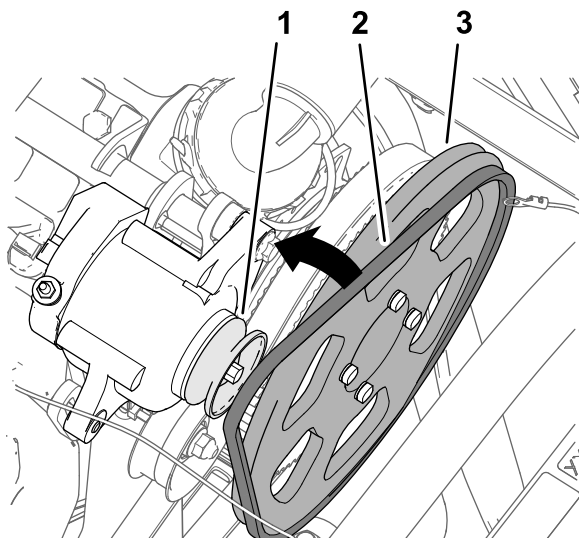

Figura 183
- Coloque la correa en V sobre la p Polea motriz (279 mm) y la p Polea del alternador (Figura 183).